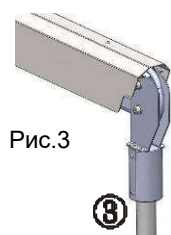

Рис.3
2. Соединить плафон (1) и пантографический механизм (2), используя винт М6х50, шайбу 6, шайбу гр. 6 и гайку-барашек М6. Крепеж установлен по месту на кронштейне плафона (1).
3. Установить механизм (2) с плафоном (1) на стойку (3), рис.3 (кожух стойки не показан).